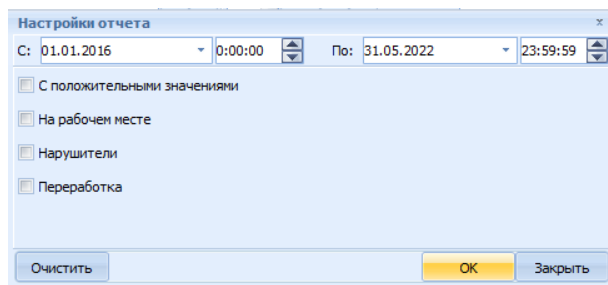

Рисунок 25.57 – Окно Настройка отчета
- 5) С помощью кнопки «Настройка отчета» задать период, за который необходимо сформировать отчет и выбрать необходимые параметры (рисунок 25.57).